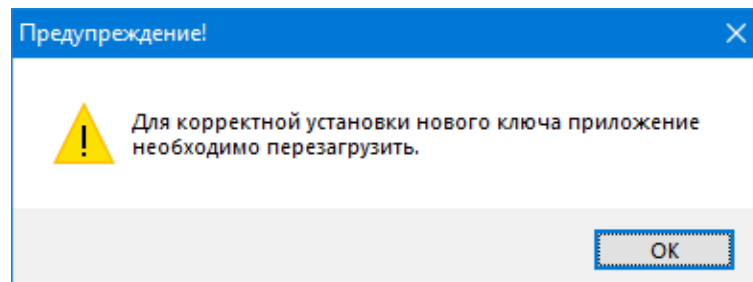

Рисунок 4.5
4) отобразится окно с предупреждением о перезагрузке программы (см. рисунок 4.5). Нажать кнопку **ОК** и перезагрузить программу;